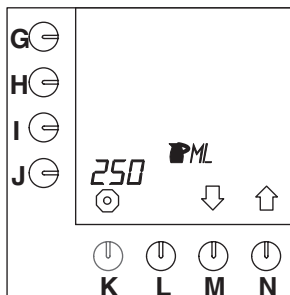

Fig. 36 Inhoud kan
- Druk op selectietoets (N.)↑ tot fig. 36 in het display verschijnt.